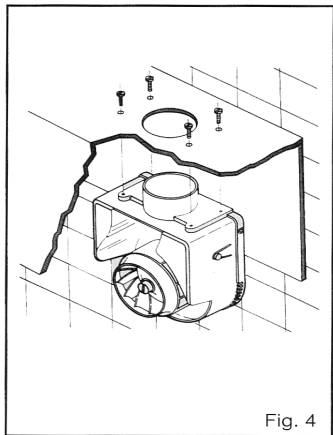

Fig. 4
- Le montage de l'extracteur s'effectue en fixant l'appareil soit au mur (Fig.3), soit en partie supérieure de la hotte (Fig.4). Pour les deux cas sont fournis dans l'emballage avec l'extracteur, les vis et chevilles nécessaires au montage, de même qu'un gabarit de perçage.